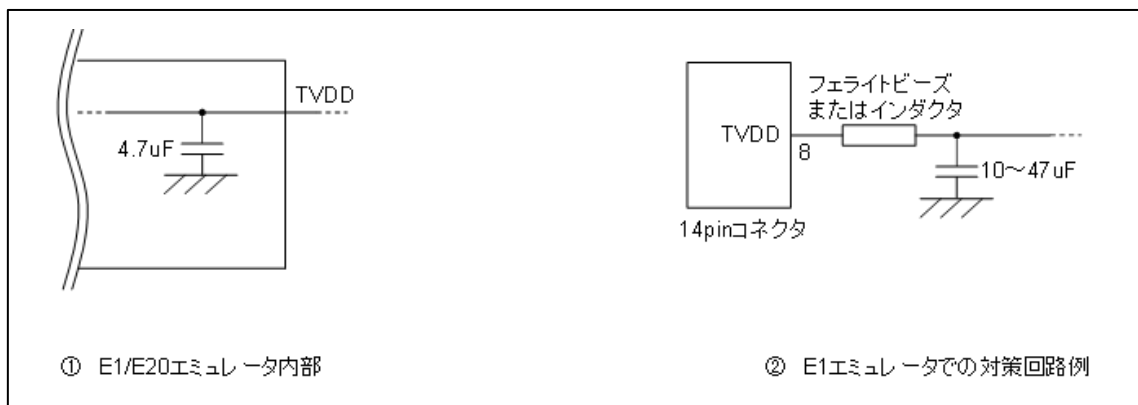

図 2-10 ホットプラグイン向け対策回路
ホットプラグイン接続を行う可能性がある場合には、下記のような回路構成にしておく必要があります。図2-10①のようにE1エミュレータの8番ピンには、エミュレータ内部で4.7 μ Fのコンデンサが付いているため、ホットプラグイン接続を行う場合はユーザシステム上の電源電圧が一瞬低下する場合があります。この電圧降下によりMCUリセットが発生する可能性があります。図2-10②に示すように、エミュレータ接続コネクタのTVDDラインの直近にフェライトビーズ（またはインダクタ）と低ESRで大きめなコンデンサを付けることで症状を軽減することができますが、本対策は、電圧降下を完全に改善するものではありません。なお、ホットプラグイン接続はデバッグ時のみ有効な機能であり、本機能を使用する場合は、別売のホットプラグインアダプタが必要です。